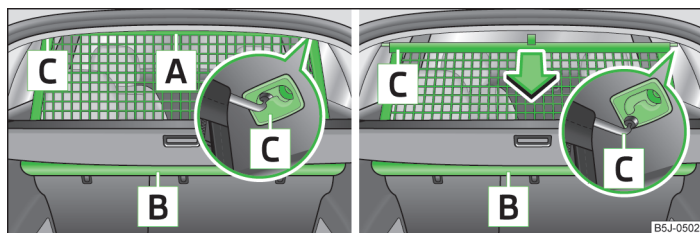
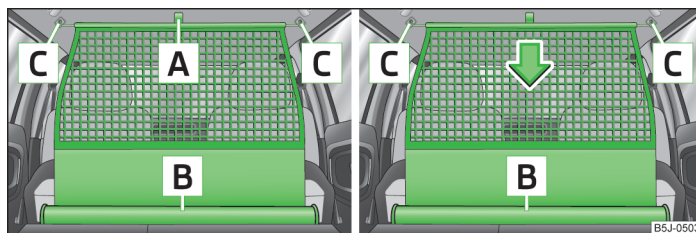

Fig. 54 Estrazione della rete di separazione / avvolgimento
Fig. 55 Estrazione della rete di separazione / avvolgimento
- Accertarsi che la barra trasversale sia inserita negli alloggiamenti » fig. 54 a pagina 64o » fig. 55 a pagina 64 in posizione anteriore!
- Tirare la rete di separazione dalla linguetta **A** » fig. 54 estraendola dall'alloggiamento **B**, in direzione dei supporti **C**.
- Tirare leggermente la barra trasversale prima da un lato e poi dall'altro all'indietro, estraendola quindi dai supporti **C**, » fig. 54
- Tirare la rete di separazione dalla linguetta **A** » fig. 55 estraendola dall'alloggiamento **B**, in direzione dei supporti **C**.
- Tirare leggermente la barra trasversale prima da un lato e poi dall'altro all'indietro, estraendola quindi dai supporti **C**, » fig. 55